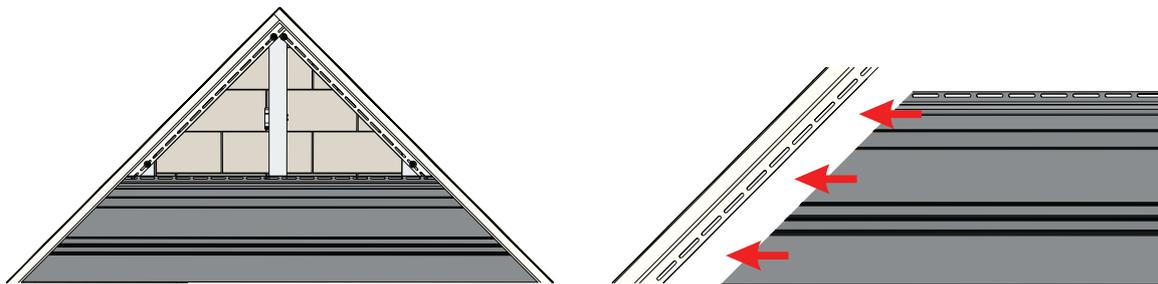

Рисунок 80
- 17.4** Под фронтонным свесом монтируется J-профиль. Сайдинг подрезается под нужным углом, вставляется в J-профиль и монтируется с соблюдением общих правил монтажа. (рис. 80).